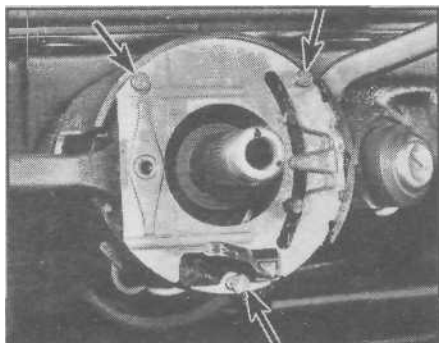

Рис. 12.4. Винты крепления комбинации выключателей (показаны стрелкой)
- 4 Отверните три винта крепления комбинации выключателей (см. рис. 12.4).